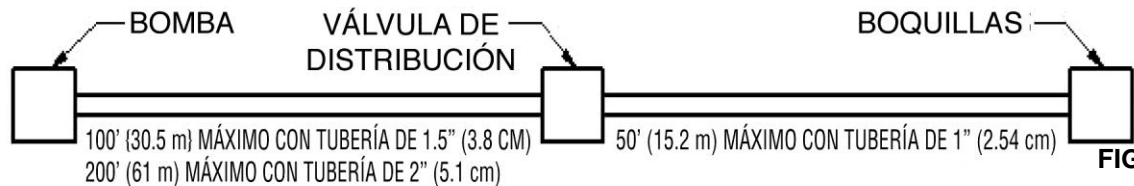

FIGURA 7
42. **La distancia de la bomba a las válvulas y de las válvulas a las boquillas es importante.** Según la distancia, el diámetro de la tubería necesita variar para tener un funcionamiento óptimo. La **TABLA 1** y **FIGURA 7**, a continuación, muestran el tamaño de tubería necesario para varias distancias de tubería.